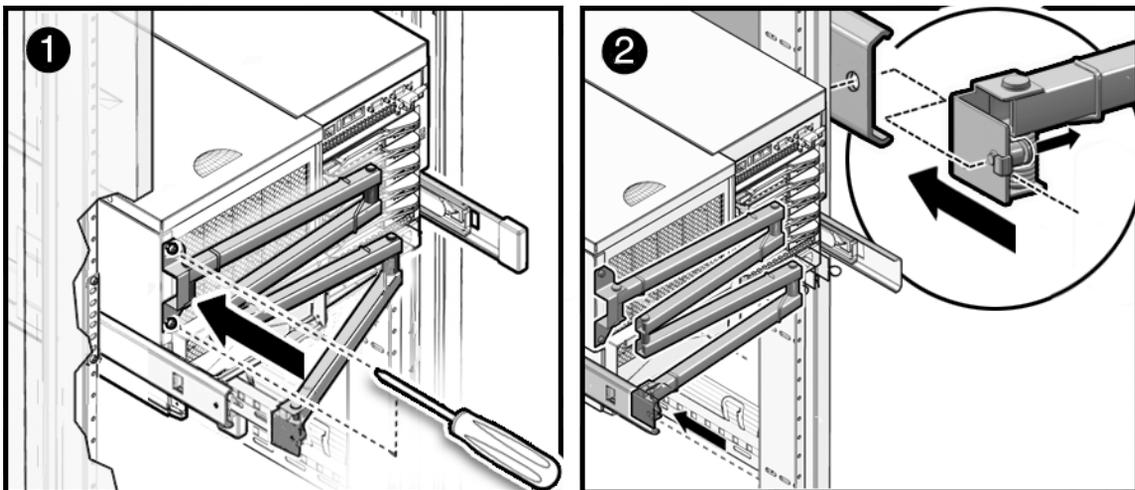

FIGURE 2-8 Installation du bras de gestion des câbles (serveur Sun SPARC Enterprise M4000 représenté)
2. Fixez la petite extrémité du bras de gestion des câbles au serveur en utilisant les deux vis captives (FIGURE 2-8).